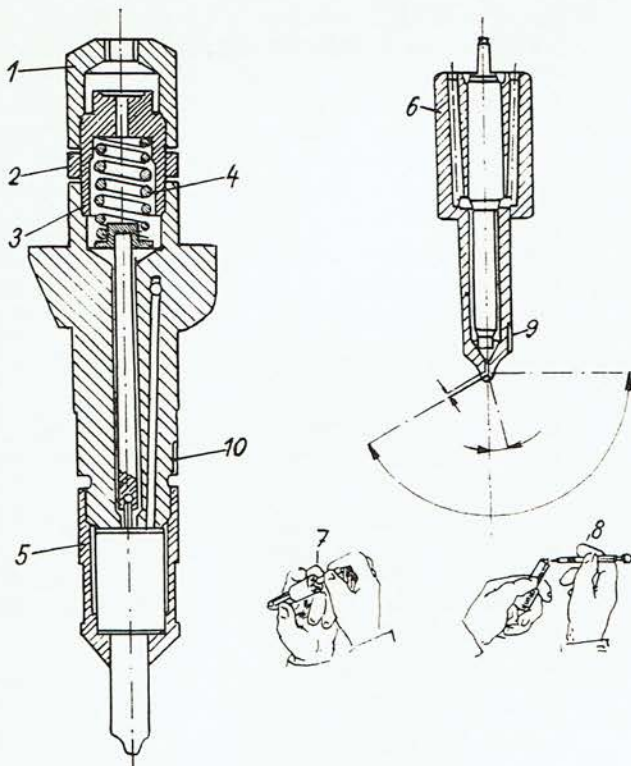

Abb. 37
3. Das ausmontierte Einspritzventil ist in einen Schraubstock zu spannen und der Deckel (Abb. 37/1) ist abzuschrauben. Die Sicherungsmutter (Abb. 37/2) und der Regelpropfen (Abb. 37/3) sind so zu lösen, dass die Feder (Abb. 37/4) im Einspritzventilkörper frei wird; sie darf nicht auf die Nadel drücken.
5. Die Spannmutter (Abb. 37/5) ist auszuschrauben und die Düse (Abb. 37/6) ist herauszunehmen.
- a) Aus der Düse ist die Nadel (Abb. 37/7) herauszunehmen und die durch Karbonansatz verschmutzten Löcher sind mit einer kalibrierten Nadel (\varnothing der Nadel ist 0,25 mm) (Abb. 37/8) zu reinigen.
Bei Rückmontage der Düse ist darauf zu achten, dass die Marke (Abb. 37/9) an der Düse mit der Marke (Abb. 37/10) am Halterkörper übereinstimmt. Das wieder zusammengebaute Einspritzventil ist auf seine Funktion zu überprüfen und auf vorgeschriebenen Druck einzustellen.
1. An das Einspritzrohr von der Pumpe ist das Einspritzventil zu befestigen. Vom Ventil ist der Deckel abzunehmen und die Sicherungsmutter (Abb. 37/2) zu lösen.
2. Durch Hebelbewegung ist Kraftstoff in das Einspritzventil zu pumpen, wobei die Skala des Manometers zu beobachten ist. Durch Lockern oder Festziehen des Regelpfropfens (Abb. 37/3) ist das Einspritzventil auf vorgeschriebenen Druck, welcher 160 atü betragen soll, einzustellen.
3. Nach Einstellung des Einspritzventiles ist der Regelpfropfen mit einer Sicherungsmutter (Abb. 37/2) zu sichern und der Deckel anzuschrauben.
3. Der Dekompressor ist einzuschalten, der Handgashebel in die Lage der maximalen Förderung einzustellen und der Motor durchzudrehen. Der Zerstäubungskegel des einzustellenden Einspritzventiles ist mit dem Zerstäubungskegel des überprüfeten Ventiles zu vergleichen und der Unterschied ist durch entsprechendes Anziehen oder Lockern des Regelpfropfens (Abb. 37/3) zu beseitigen.